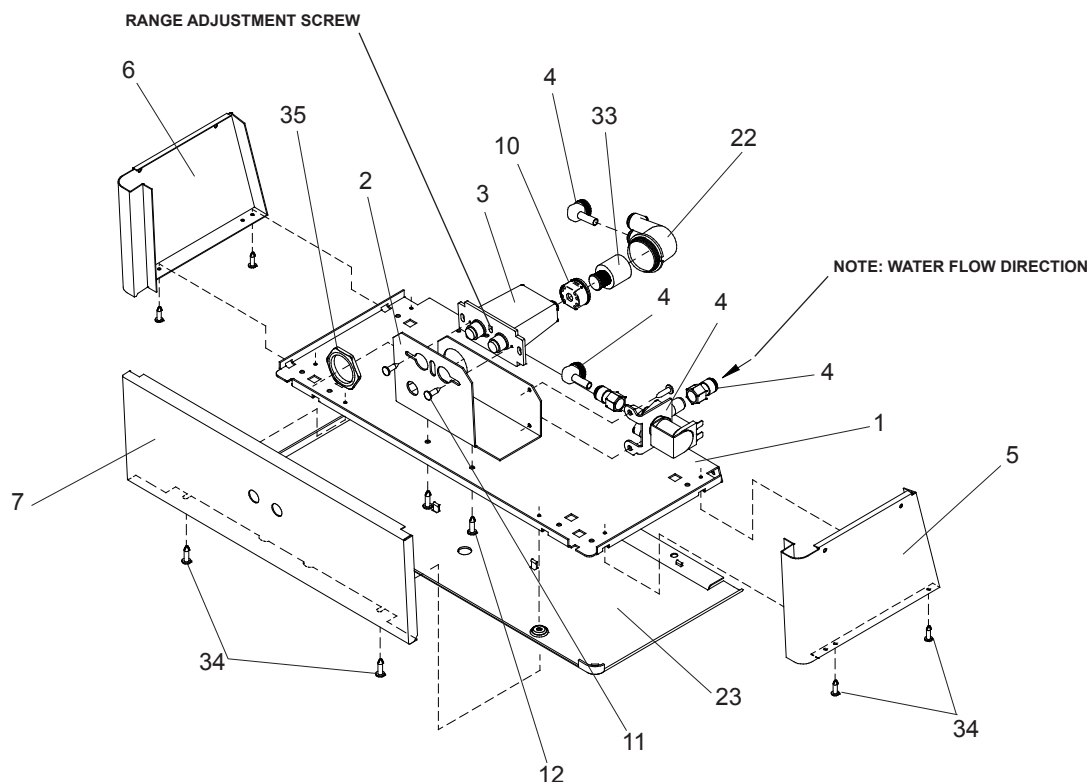

FIG. 3
- Using a small tip screwdriver, rotate range adjustment screw clockwise to increase range and counter-clockwise to decrease range. (See Fig. 3).
- À l'aide d'un petit tournevis, vissez la vis de réglage de la plage dans le sens des aiguilles d'une montre pour l'augmenter ou dans le sens contraire des aiguilles d'une montre pour la diminuer. (Voir fig. 3).
- 4) Loosen the two (2) screws holding the lower front panel at the bottom of cooler base and two (2) screws at the top. Remove the front panel and set aside.
- 7) Stream height is factory set at 45-50 PSI. If supply pressure varies greatly from this, readjust stream height to approximately 1-1/2" (38mm) above the bubbler guard by turning adjustment screw, accessible by removing front panel, Item No.7 (see Fig.3 & 5).
- 8) Replace the front panel and secure by retightening four (4) screws.
- 4) Afloje los dos (2) tornillos que sostienen la parte inferior del panel en la parte inferior de la base del enfriador y los dos (2) tornillos en la parte superior. Quite el panel frontal y póngalo a un lado.
- 7) La altura del chorro se determina en la fábrica a 45-50 PSI. Si la presión del suministro varía demasiado de este valor, reajuste la altura del chorro a aproximadamente 1-1/2" por encima del protector del borboteador dando vuelta al tornillo de ajuste sacando el panel frontal de empuje, Artículos 7 (vea Fig. 3 y 5).
- 8) Vuelva a colocar el panel frontal y asegúrelo apretando nuevamente los cuatro (4) tornillos.
- 4) Dégagez les deux (2) vis retenant le panneau inférieur avant au bas de la base du refroidisseur ainsi que deux (2) vis sur le dessus. Retirez le panneau avant et mettez-le de côté.
- 7) Le niveau d'écoulement est réglé en usine à 45-50 Lb/po2. Si la pression varie beaucoup de ce point, ajustez le niveau à nouveau à environ 1-1/2" (38mm) au-dessus du protège-barboteur en tournant la vis de réglage du régulateur que l'on trouve en retirant le panneau, article 7 (voir fig. 3 et 5).
- 8) Remplacez le panneau avant et fixez le en place en resserrant les quatre (4) vis.